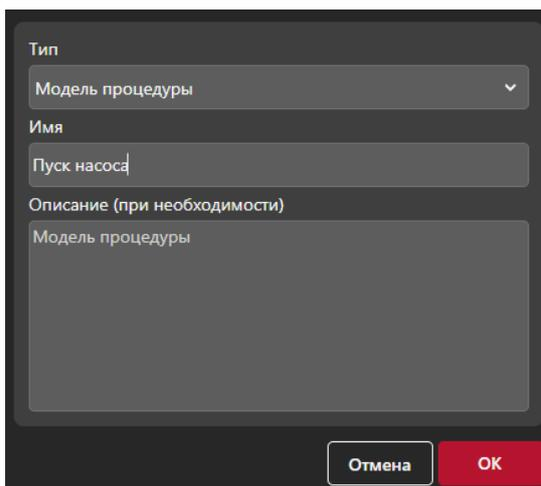

Рисунок 3.2 – Окно добавления модели процедуры
- 2) В открывшемся окне (рисунок 3.2) из выпадающего списка «Тип» выберите «Модель процедуры», введите имя модели и нажмите «ОК».
В списке моделей выберите созданную в п. 3.1 модель, при этом должна открыться панель диаграммы сценария СПУ (рисунок 3.2).